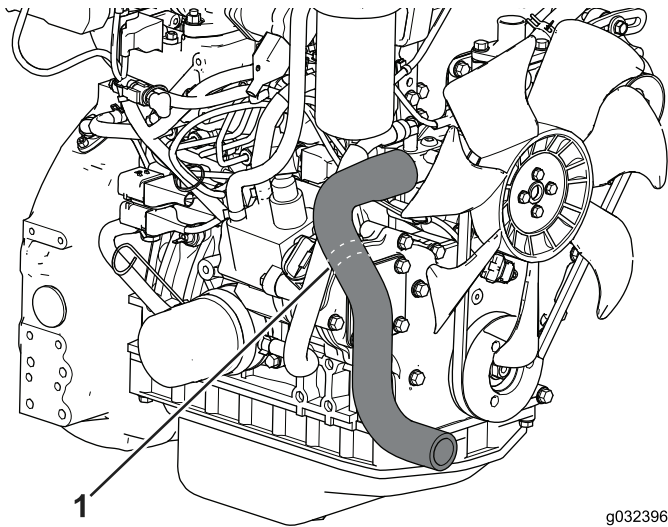

Bild 18
- Ermitteln Sie den Kühlerschlauch (Bild 18).
2. Schneiden Sie den Kühlerschlauch mit einem Schneidwerkzeug an den Schnittlinien (**Bild 18**).